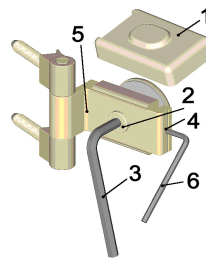
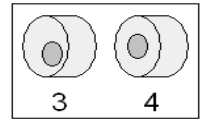

Рис. 1
Рис. 3
2. Снимите дверь с петель, сняв декоративную накладку (1) и открутив шестигранные болты (2) (Рис.1).
6. Вставьте дверное полотно в коробку и закрепите петли с помощью болтов (2) (Рис.1).
8. Регулировка положения дверного полотна возможна с помощью эксцентриков, расположенных в петлях двери (3) (Рис.3) Для этого, перед тем как ослабить петли, надежно зафиксируйте дверное полотно с помощью подкладок и т.п. Открутите болт (2) (Рис.1) одной из петель и снимите ответную резьбовую пластину болта (2) (Рис.1). Снимите болт и установите пластмассовый эксцентрик в нужное положение. Удерживая стеклянное дверное полотно в зафиксированном положении, вставьте болт, установите ответную резьбовую пластину болта и выполните тщательную затяжку петли. Проведите аналогичную процедуру со второй петлей. **ВНИМАНИЕ!** В случае, если необходимо выполнить регулировку двери, а в петле установлен не эксцентрик, а **втулка** с отверстием по центру (4) (Рис.3), то эксцентрик можно приобрести в магазине, где вы купили дверь.